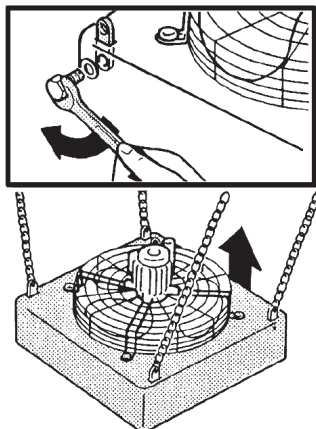

Figure 7. Chauffage suspendu pour décharge verticale
1. Installez les plaques de suspension, les vis métriques M8 et les rondelles plates fournies avec l'unité, comme illustré à la Figure 7.